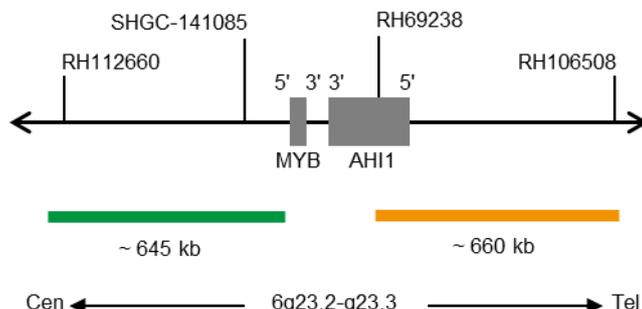

Fig. 1: SPEC MYB Mappa della sonda (non in scala)
- Polinucleotidi (~10 ng/ μ l) marcati con ZyGreen (eccitazione 503 nm/emissione 528 nm), che hanno come bersaglio sequenze mappate in 6q23.2-q23.3* (chr6:134,840,690-135,483,752) prossimali alla regione del breakpoint MYB (vedere Fig. 1).
- Polinucleotidi (~4,5 ng/ μ l) marcati con ZyOrange (eccitazione 547 nm/emissione 572 nm), che hanno come bersaglio sequenze mappate in 6q23.3* (chr6:135,728,667-136,390,142), distali alla regione del breakpoint di MYB (vedere Fig. 1).